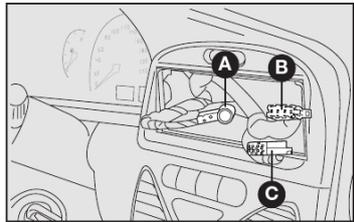

fig. 80
- cabo de alimentação do autorrádio C-fig. 80.
- cabo para alto-falante dianteiro e traseiro (exceto Strada) B-fig. 80.
- cabo com conector para antena A-fig. 80.